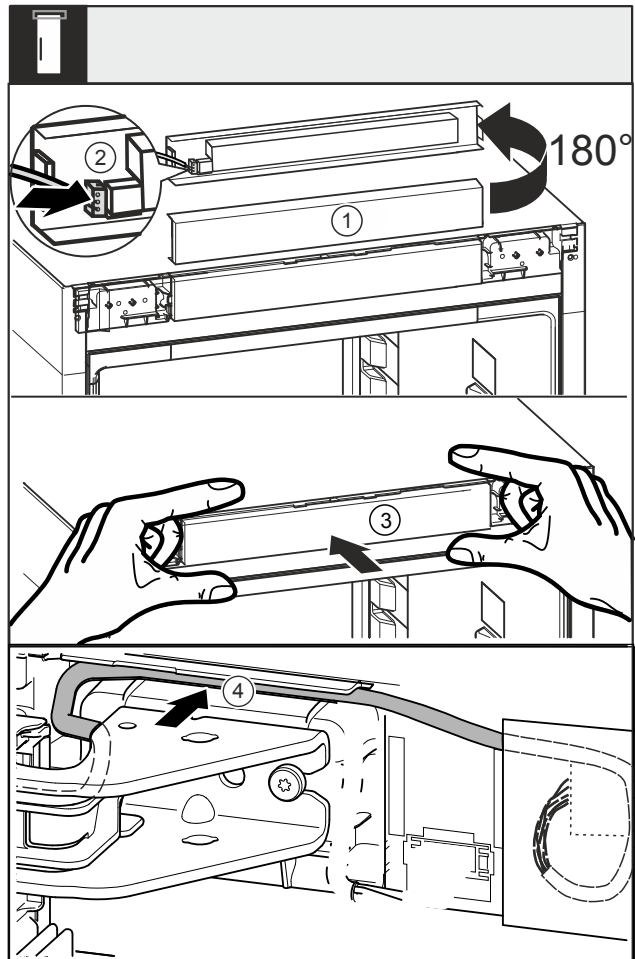

Fig. 45
- Rrotulloni panelin mbulues Fig. 45 (1) me 180° për lart.
- Mbërtheni spinën Fig. 45 (2) në panelin mbulues të komandimit.
- Mbërtheni sërish në pajisje panelin mbulues Fig. 45 (3).
- Shtroni me kujdes kabllo në udhëzuesin Fig. 45 (4) mbi bazamentin mbështetës lart.